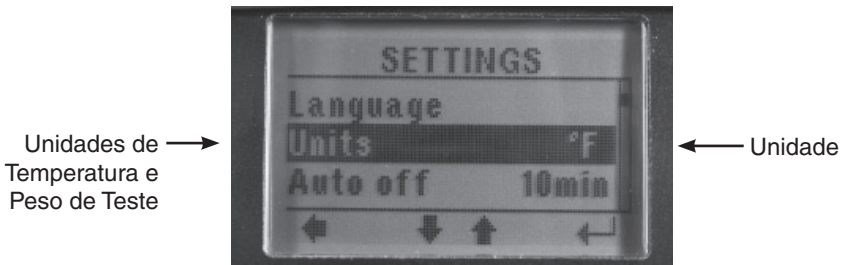

Figura 13. Unidades de Temperatura e Peso de Teste
3. Utilize os botões Up/Down para selecionar “Unidades” (Figura 13)
3. Utilize os botões Up/Down para selecionar "Desligamento Automático" (Figura 13)